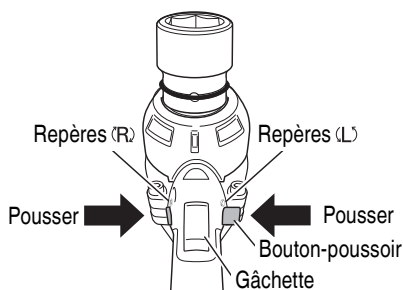

Fig. 10
- Vérifiez le sens de rotation. La mèche tourne dans le sens horaire (vu de l'arrière) quand on appuie sur le côté R du bouton-poussoir. En appuyant sur le côté L du bouton-poussoir, la mèche tourne dans le sens anti-horaire. (Voir Fig. 10). (Les repères «L» et «R» sont marqués sur le corps.)